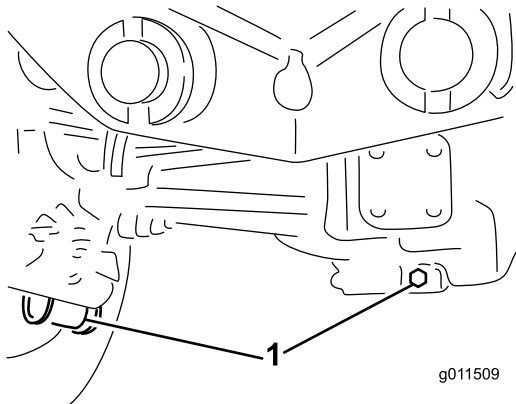

Рисунок 59
- Очистите область вокруг трех пробок сливных отверстий, по одной на каждом конце и одной в центре (Рисунок 59).